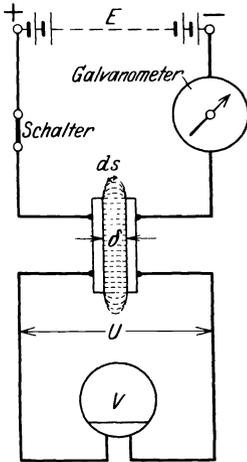

Abb. 71. Ladung eines Kondensators.
Verbindet man zwei ebene, parallele Metallplatten (Abb. 71), die durch einen Isolator (Dielektrikum genannt) voneinander getrennt sind, mit einer Gleichstromquelle, deren EMK E Volt beträgt, so werden die Platten geladen, d. h. negative Elektrizität (d. s. die Elektronen) gelangt auf die mit der negativen Klemme der Stromquelle verbundene Platte und genau die gleiche Menge positiver Elektrizität sammelt sich auf der anderen Platte an. Die auf der einzelnen Platte angesammelte Elektrizitätsmenge, welche durch das ballistische Galvanometer gemessen wird, ist bestimmt durch die Gleichung
Die Größe C heißt die Kapazität des Kondensators und ihre Einheit ist 1 Farad (F) (10^6 Mikrofarad $\mu F = 1 F$)¹. Die Ladung Q bleibt auf den Platten (Belegungen genannt), auch wenn man die Zuleitungen zur Stromquelle entfernt (den Schalter [Abb. 71] ausschaltet), wie dies das statische Voltmeter V anzeigt, d. h. die angezeigte Spannung ist nach wie vor $U = E$ Volt. Es ist also die Spannung U die Folge der mit der Elektrizitätsmenge Q geladenen Platten (Plattenkondensator). Die
Man nimmt an, daß zwischen den Belegungen eines geladenen Kondensators elektrische Feldlinien verlaufen, wie solche für den in Abb. 71 dargestellten Plattenkondensator punktiert gezeichnet sind. Genau wie bei den magnetischen Feldlinien (vgl. S. 59) führt man auch hier zwei besondere Größen ein:
1. Plattenkondensator. Ist F die Fläche in cm^2 , durch welche die Feldlinien senkrecht hindurchgehen, d. i. in diesem Falle die Fläche einer Belegung, so ist nach Gl 43 die Felddichte $\mathfrak{D} = Q : F$, die Feldstärke nach Gl 44 ist $\mathfrak{E} = \mathfrak{D} : \epsilon$, mithin auch $\mathfrak{E} = Q : F\epsilon$, wo \mathfrak{E} in diesem Falle konstant ist, wenn man die Feldlinien der Ränder in Abb. 71 vernachlässigt. Ist δ der Abstand der beiden Platten, so ist $U = \mathfrak{E} \delta = (Q : F\epsilon) \delta$, daher